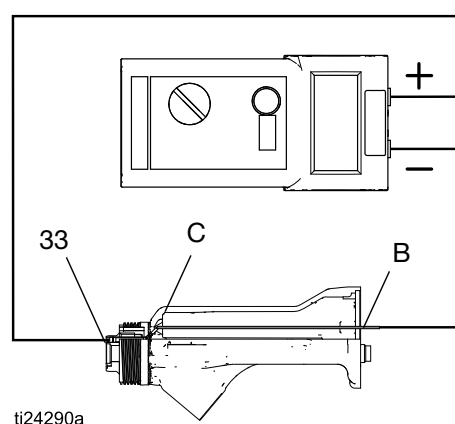

FIG. 19. Test de résistance du fût du pistolet
1. Introduisez une tige conductrice (GG) dans le fût du pistolet (démonté pour le test de l'alimentation électrique) et appliquez-la contre le contact métallique (HH) à l'avant du fût.
2. Mesurez la résistance entre la tige conductrice (B) et la bague conductrice (33). Voir FIGURE 19. La résistance doit être comprise entre 10 et 30 mégohms. Si la résistance est incorrecte, assurez-vous que les contacts métalliques (C) dans le fût et la bague conductrice (33) sont propres et non détériorés.
3. Si la résistance est toujours en dehors de la plage, retirez la bague conductrice (33) et mesurez la résistance entre la tige conductrice (B) et le câble en bas de la rainure de la bague conductrice.
4. Si la résistance est dans la plage, remplacez la bague conductrice (33) par une neuve. Introduisez les extrémités de la bague conductrice dans les fentes (S) à l'avant du fût puis enfoncez fermement la bague dans la rainure.